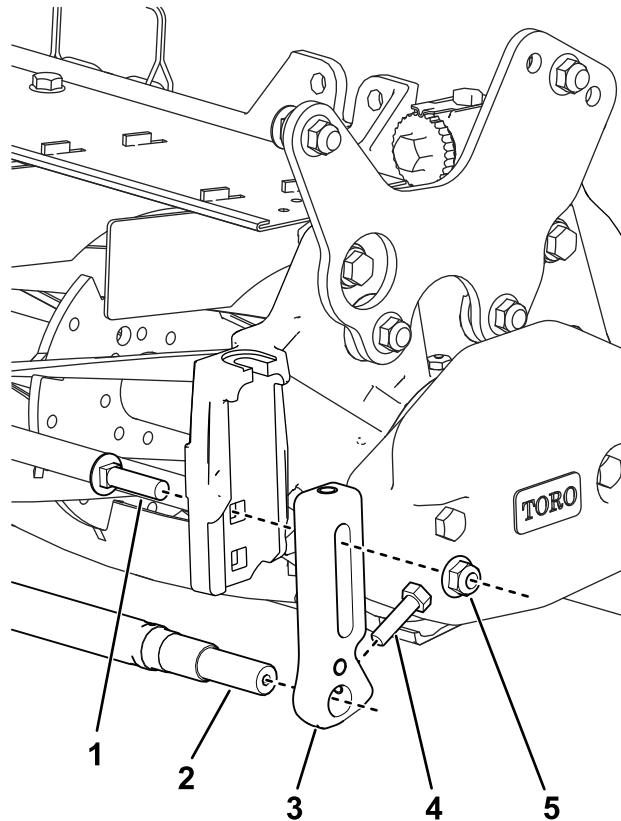

Figura 29
2. Utilizzando i bulloni a testa tonda e i dadi di fissaggio, montate le staffe dell'altezza di taglio frontali sul foro superiore della piastra laterale (Figura 29).